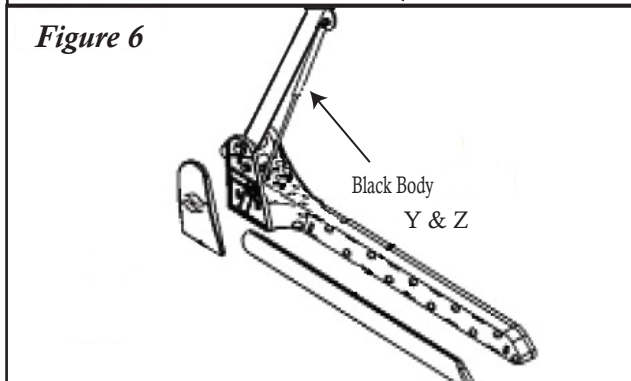

Figure 6
#9 Heben Sie die Whirlpool-Abdeckung mit dem CoverMate an und stellen Sie sie aufrecht hin. Klicken Sie die Gasdruckfedern (Shocks - Y & Z) auf die Kugelbolzen. Hinweis: Stellen Sie sicher, dass Sie die Gasdruckfedern mit dem schwarzen Gehäuse nach oben montieren (siehe Fig. 6). **Hinweis: Möglicherweise müssen Sie leicht am Schwenkarm (E) ziehen, um die Gasdruckfedern am Schwenkarm zu befestigen.**